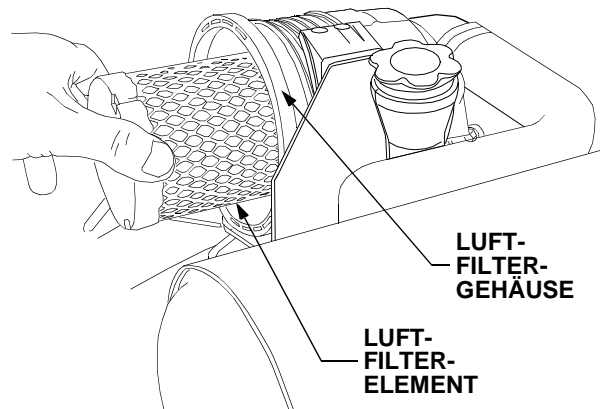

Abbildung 58
- Den Luftfilter aus dem Gehäuse nehmen. Siehe Abbildung 58.